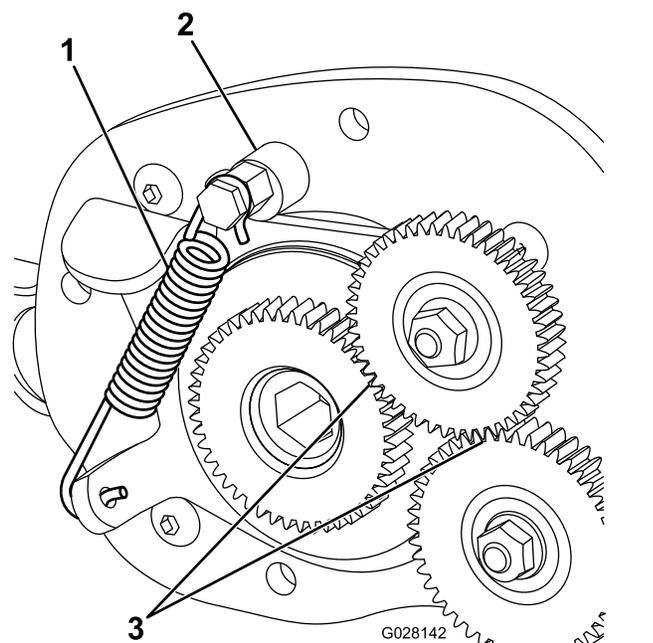

Figure 12
15. Montez le ressort de tension de renvoi (Figure 12).
16. Engagez le pignon de renvoi puis, à l'aide d'une jauge d'épaisseur pour bougie, vérifiez qu'un espace de 0,38 à 0,45 mm sépare le pignon menant et le pignon intermédiaire fixe (Figure 12).